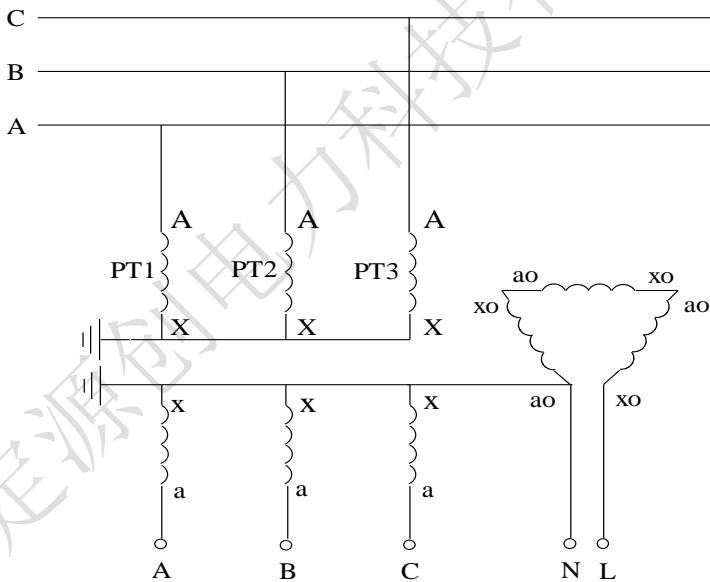
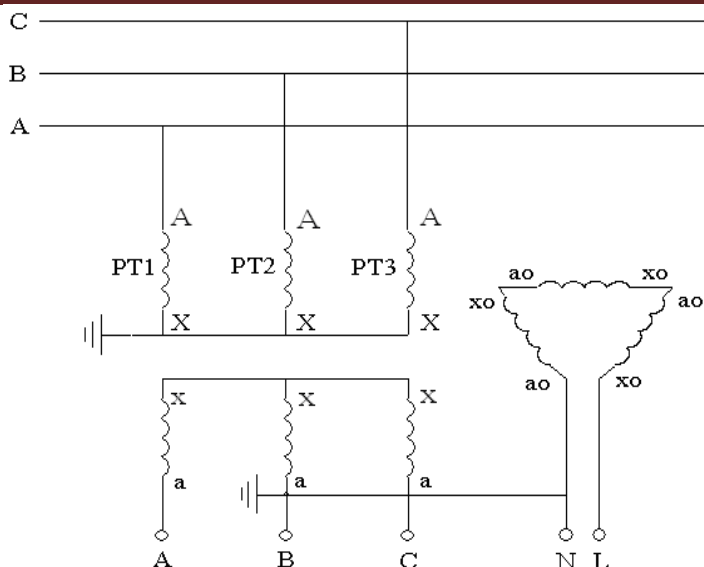

图5 3PT 连接方式，N接地
图 6 3PT 连接方式，B 相接地
这种连接方式分“N接地”、“B相接地”两种，分别如图5和图6所示。
图 5、图 6 所示的系统运行方式是从 PT 开口三角测量系统电容电流时所必须的运行方式。而对于一般的系统，并不都是处于这样的运行方式下，例如在系统中还接有消弧线圈、PT 高压侧中性点接有高阻消谐器、PT 开口三角接有二次消谐装置等。这时，为了使用测试仪进行容性电流的测量，必须将运行方式转换为图 5 或图 6 所示的运行方式。
- (4) 如果 PT 二次侧并列运行（很少见），则将其改为单独运行。
- (5) 确保将测试仪的电流输出端正确接到图 6 的开口三角 N-L 上。一般在二次的端子编号为 N600 和 L630。为了确保连接正确，可以按下列方法进行检查：用万用表分别测量 PT 二次侧三相电压和开口三角电压；将三相电压中的最大值减去最小值得到的差和开口三角电压比较，如果两者差不多，就说明找到的开口三角端是正确的；如果两者差别很大，则说明没有正确找到开口三角端。例如，测量得到三相电压分别为 61V、60V、59.5V，则正确的开口三角电压应为 1.5V 左右，如果测量得到的开口三角电压仅为 0.2V，说明所找的开口三角端不正确或 PT 开口三角连线已经断开（在现场实测中发现有多个变电站的 PT 开口三角连线断开情况）。
- (6) 选择正确的 PT 变比，也就是选择正确的 PT 接线方式。电容电流测试仪是通过选择 PT 连接方式和设定系统额定高压来确定 PT 变比的，这样对于试验人员会更方便、快捷。PT 一般是采用 100/3V 的二次绕组连接成开口三角，但也有特殊的情况，有些变电站的 PT 采用 100V 二次绕组组成开口三角。为了确保选择变比的正确，可以通过测量组成开口三角的各绕组的电压来确定。
- (7) 完成以上操作后，就可以使用电容电流测试仪进行电容电流的准确测量。